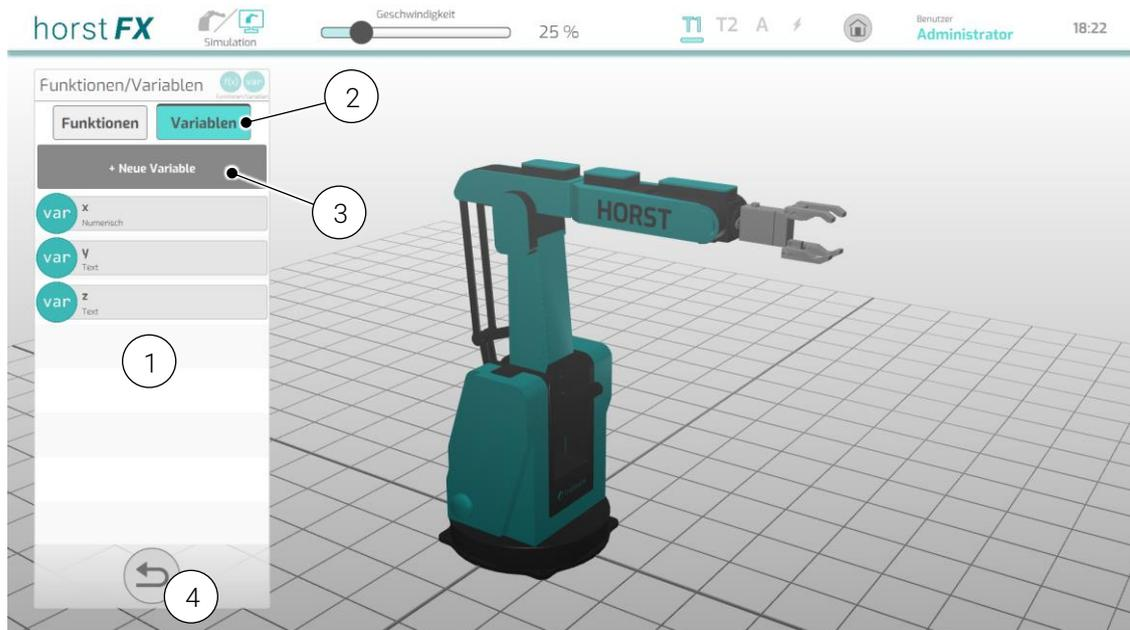

Abb. 6-57: Variablen-Auflistung
Variablen können in jedem Programm erstellt werden. Durch Antippen des Buttons **Funktionen/Variablen** (1) in der Programmieransicht und anschließendem Antippen des Buttons **Variablen** wird der Programmbaum durch eine Auflistung aller bestehenden Variablen ersetzt (s. Abb. 6-57). Variablen werden verwendet, um bestimmte Werte zwischenspeichern, die zu einem späteren Zeitpunkt im Programm benötigt werden.